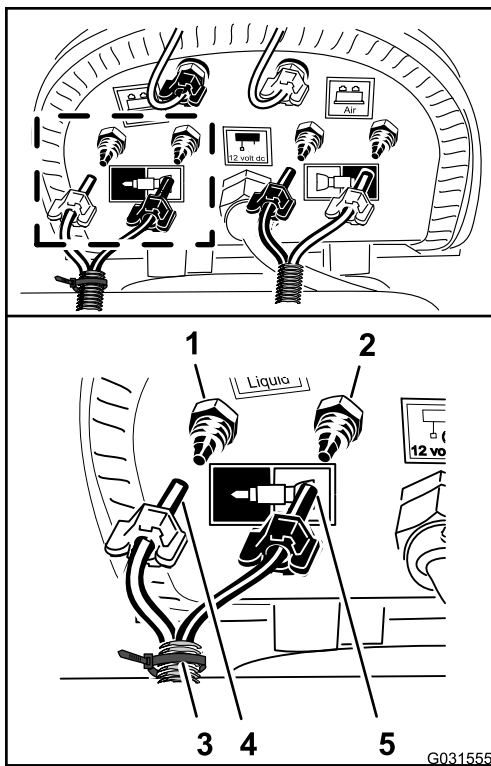

Figura 142
1. Ligue a tubagem com a braçadeira de cabos que preparou no passo 9 de Preparação dos novos conjuntos dos tubos para os bicos do marcador de espuma \(página 17\) alinhando o tubo azul da secção direita de pulverização com a união da compressão do circuito de água da secção de pulverização direita (Figura 142).
2. Monte a porca de compressão para o tubo na união e aperte a porca à mão (Figura 142).
3. Alinhe o tubo transparente para a secção de pulverização direita na união da compressão para o circuito de ar da secção de pulverização direita (Figura 142).
4. Monte a porca de compressão para o tubo na união e aperte a porca à mão (Figura 142).